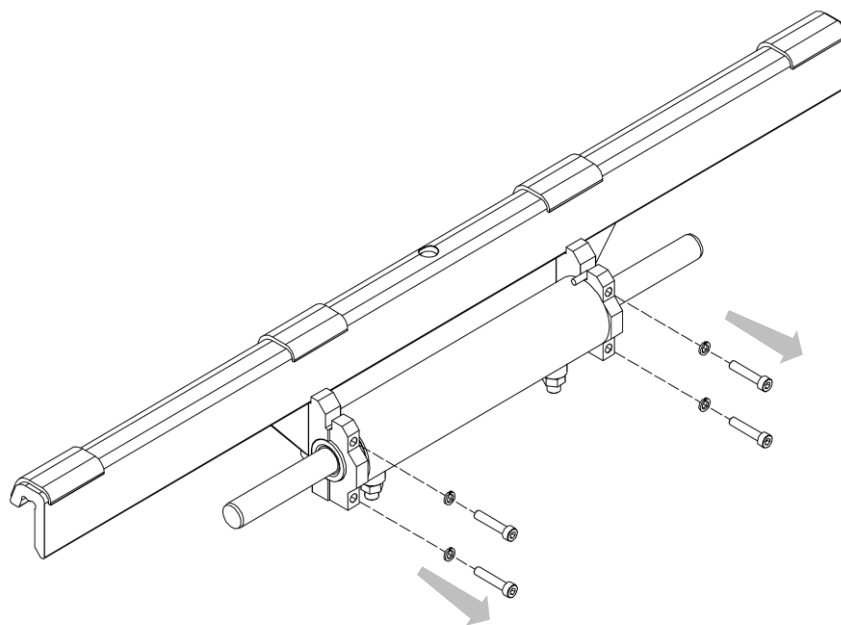

Abbildung 21
2. Lösen Sie die vier Befestigungsschrauben der vorderen Halbklemmringe (siehe *Abbildung 21*).